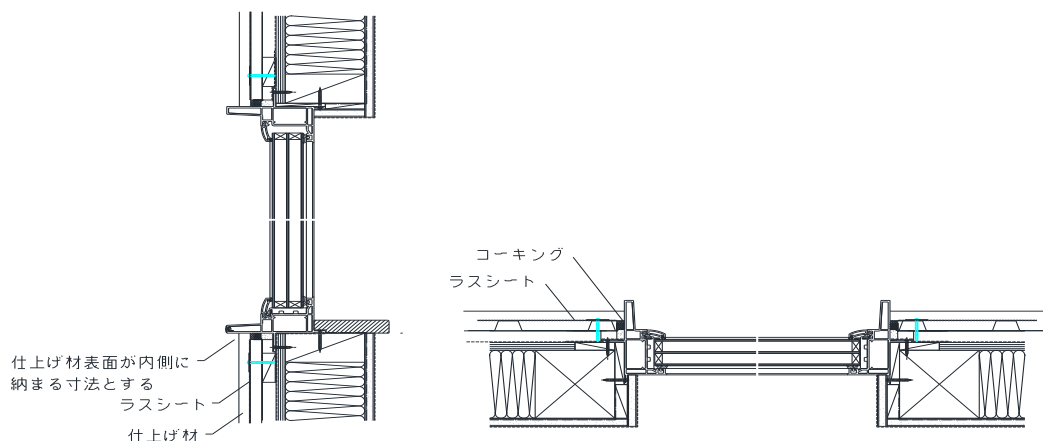

図 20 外付け窓の開口部の納まり
④ 開口部の納まりと補強
- ・ 開口部廻りのラスシート端部は、図 20 に示す様にコーキング材を用いて止水する。LS2 など山高が高い場合や、コーキング材だけでは止水が困難な場合は、水切り板金や廻縁板金を併用してコーキング材で止水して下さい。